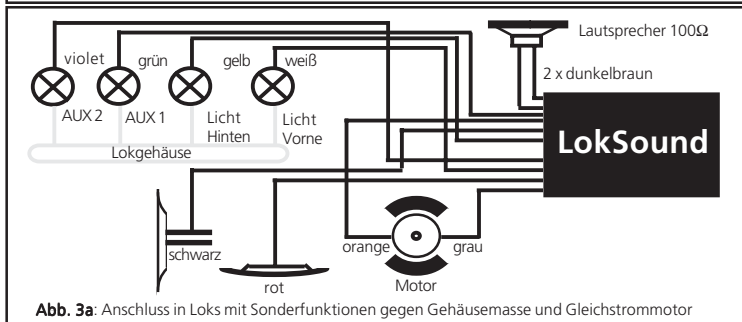

Abb. 3a: Anschluss in Loks mit Sonderfunktionen gegen Gehäusemasse und Gleichstrommotor
- b) Die Lampen/Funktionen sind gemeinsam gegen die Lokmasse geschaltet (z.B. fast alle Märklin®-Lokomotiven sowie ältere Fleischmann- oder ROCO-Loks). Diesen Fall zeigt Abb. 3a